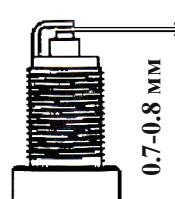

рис. 4
- рекомендуется проверить величину межэлектродного зазора, который должен составлять 0,7-0,8 мм (рис.4).